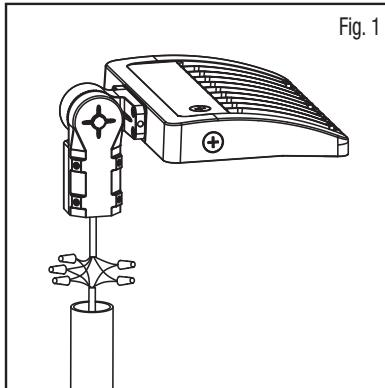
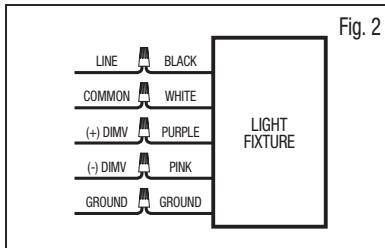

Fig. 1
Fig. 2
3. Using a 5/32" Allen key, loosen all four (4) socket set screws (**M8x16**)
4. Wiring Connections: Using a wire nut, secure the supply ground wire (copper/green) to fixture ground wire (green/copper). Important: If you cannot locate the junction box ground wire, please contact your local electrician for grounding options. Using a wire nut, secure black supply wire (hot) with the black fixture wire and white supply wire (neutral) to the white fixture wire (Fig. 1). See wiring guide (Fig 2.). ***Ensure all wire connections are secure before proceeding.**
3. À l'aide d'une clé Allen de 5/32", desserrez les quatre (4) vis sans tête (**M8x16**).
4. Connexions électriques : À l'aide d'un domino/capuchon, fixez le fil de terre d'alimentation (cuivre/vert) au fil de terre du luminaire (vert/cuivre). Important : si vous ne trouvez pas le fil de terre du boîtier de jonction, contactez un électricien local pour les options de mise à la terre. À l'aide d'un connecteur, fixez le fil d'alimentation noir (phase) au fil noir du luminaire et le fil blanc d'alimentation (neutre) au fil blanc du luminaire (Fig. 1). Voir le guide de câblage (Fig. 2.). ***Assurez-vous que toutes les connexions sont bien fixées avant de continuer.**